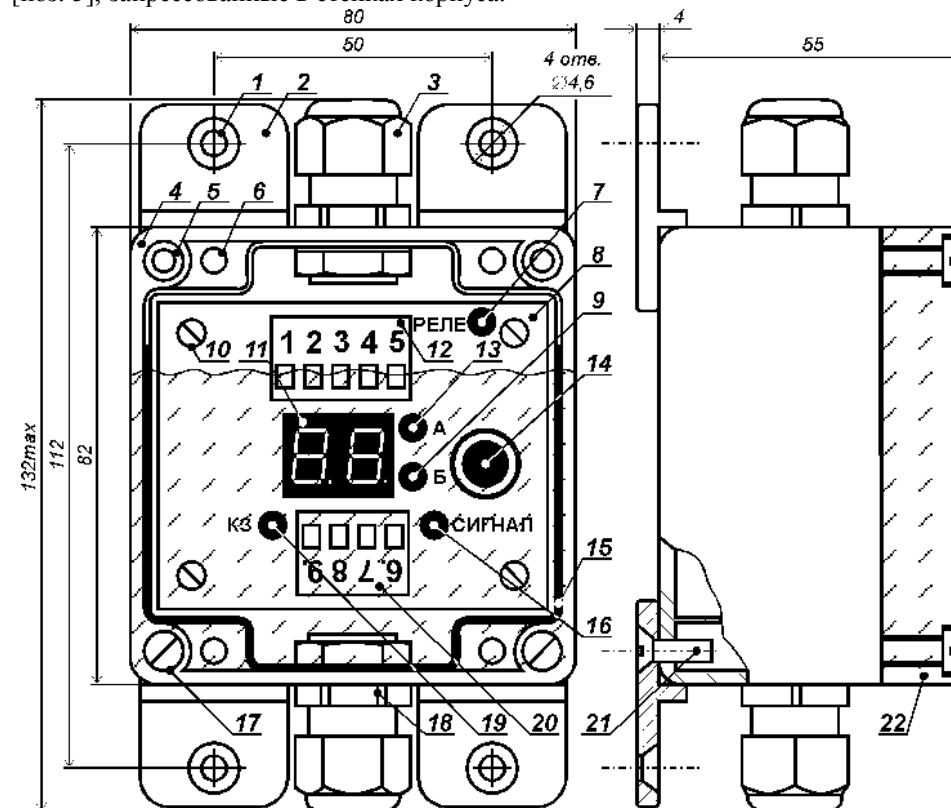
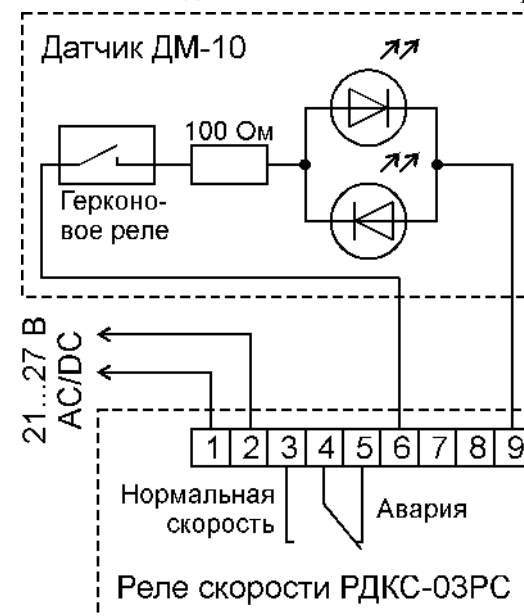

Рис. 1. Конструкция реле скорости РДКС-03АРС.
Рис. 3. Схема подключения РДКС-03А.
Конструкция РС показана на рис. 1. Устройство размещено в пластмассовом корпусе [поз. 4], который закрыт прозрачной крышкой [поз. 22] через уплотнитель [поз. 15] четырьмя винтами [поз. 17]. Винты вворачиваются в резьбовые втулки [поз. 5], запрессованные в стенках корпуса.
- светодиод: «Реле» [поз. 7], показывающий состояние выходных контактов РС. Светодиод горит, когда контакты находятся в положении «Нормальная скорость» (рис. 3);
Схема подключения УКС показана на рис. 3.
РС монтируется либо вблизи контролируемого механизма, либо в электрощитовом помещении, рядом с его пусковой аппаратурой. Для крепления РС служат четыре винта М4х10 из комплекта поставки. Винты вворачиваются в установочные отверстия РС [поз. 1 на рис. 1].
Клеммы РС рассчитаны на использование проводов сечением от 0,5 до 2,5 мм². Клеммы 1 и 2 РС служат для подачи напряжения электропитания (см. рис. 3), а клеммы 3, 4 и 5 – для блокировки контролируемого механизма. Датчик ДМ-10 в произвольной полярности подключается к клеммам 6 и 9, а клеммы 7 и 8 РС не используются. Для подключения проводов к разъёмным клеммным рядам РС необходимо отсоединить клеммные колодки от печатной платы, осторожно потянув их вверх. Затем следует провести кабели через гермовводы и подключить провода к клеммам, после чего вновь присоединить колодку к печатной плате РС до фиксации.
При отсутствии сетевого напряжения на клеммах 1 и 2 РС контакты встроенного электромагнитного реле находятся в положении «Авария» (рис. 3).
После подачи питания и до нажатия на энкодер [поз. 14 на рис. 1] РС находится в режиме «Работа». Светодиод «А» [поз. 13 на рис. 1] горит, если скорость механизма выше номинальной, а светодиод «Б» [поз. 9 на рис. 1] – если ниже. Цифровое табло [поз. 11 на рис. 1] показывает процент отклонения текущей скорости механизма от номинальной. Если отклонение превысило заданный порог и это превышения длится дольше заданной задержки, то контакты выходного реле РС переходят в положение «Авария» (рис. 3). При изменении скорости на 50 % и более задержка отсутствует. Цифровое табло отображает зафиксированный процент изменения скорости: если скорость в момент отключения была выше номинальной, то горит светодиод «А», а если ниже – то светодиод «Б». В случае принудительного (минуя контакты РС) пуска механизма, когда его скорость войдёт в допустимый диапазон и пройдёт заданное время задержки, контакты реле вернуться в положение «Нормальная скорость» (рис. 3).
В режиме «Автонастройка» РС запоминает текущую скорость объекта, в дальнейшем принимая её за номинальную (за 100%). Контакты реле переходят в положение «Нормальная скорость» (рис. 3) и одновременно мигают светодиоды «А» и «Б».
4. Если при подаче на РС напряжения питания загорается светодиод «КЗ» [поз. 19 на рис. 1], то следует устранить короткое замыкание в линии связи между датчиком и РС.
7. Три раза нажав на энкодер [поз. 14 на рис. 1], войти в режим «Автонастройка» (должны одновременно мигать светодиоды «А» [поз. 13 на рис. 1] и «Б» [поз. 9 на рис. 1]).